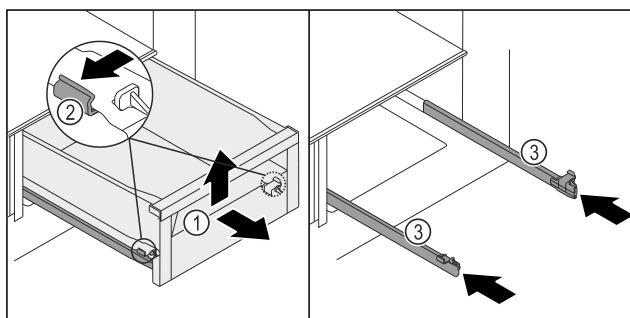

Fig. 100
- Витягніть висувний ящик Fig. 100 (1) до упору.
- Одночасно натисніть затискач Fig. 100 (2) ліворуч і праворуч на рейках злегка назовні.
- Висувний ящик Fig. 100 (1) від'єднається від рейок.
- Підніміть висувний ящик Fig. 100 (1) спереду.
- Вийміть висувний ящик Fig. 100 (1) рухом уперед.
- Всуňte рейки Fig. 100 (3).